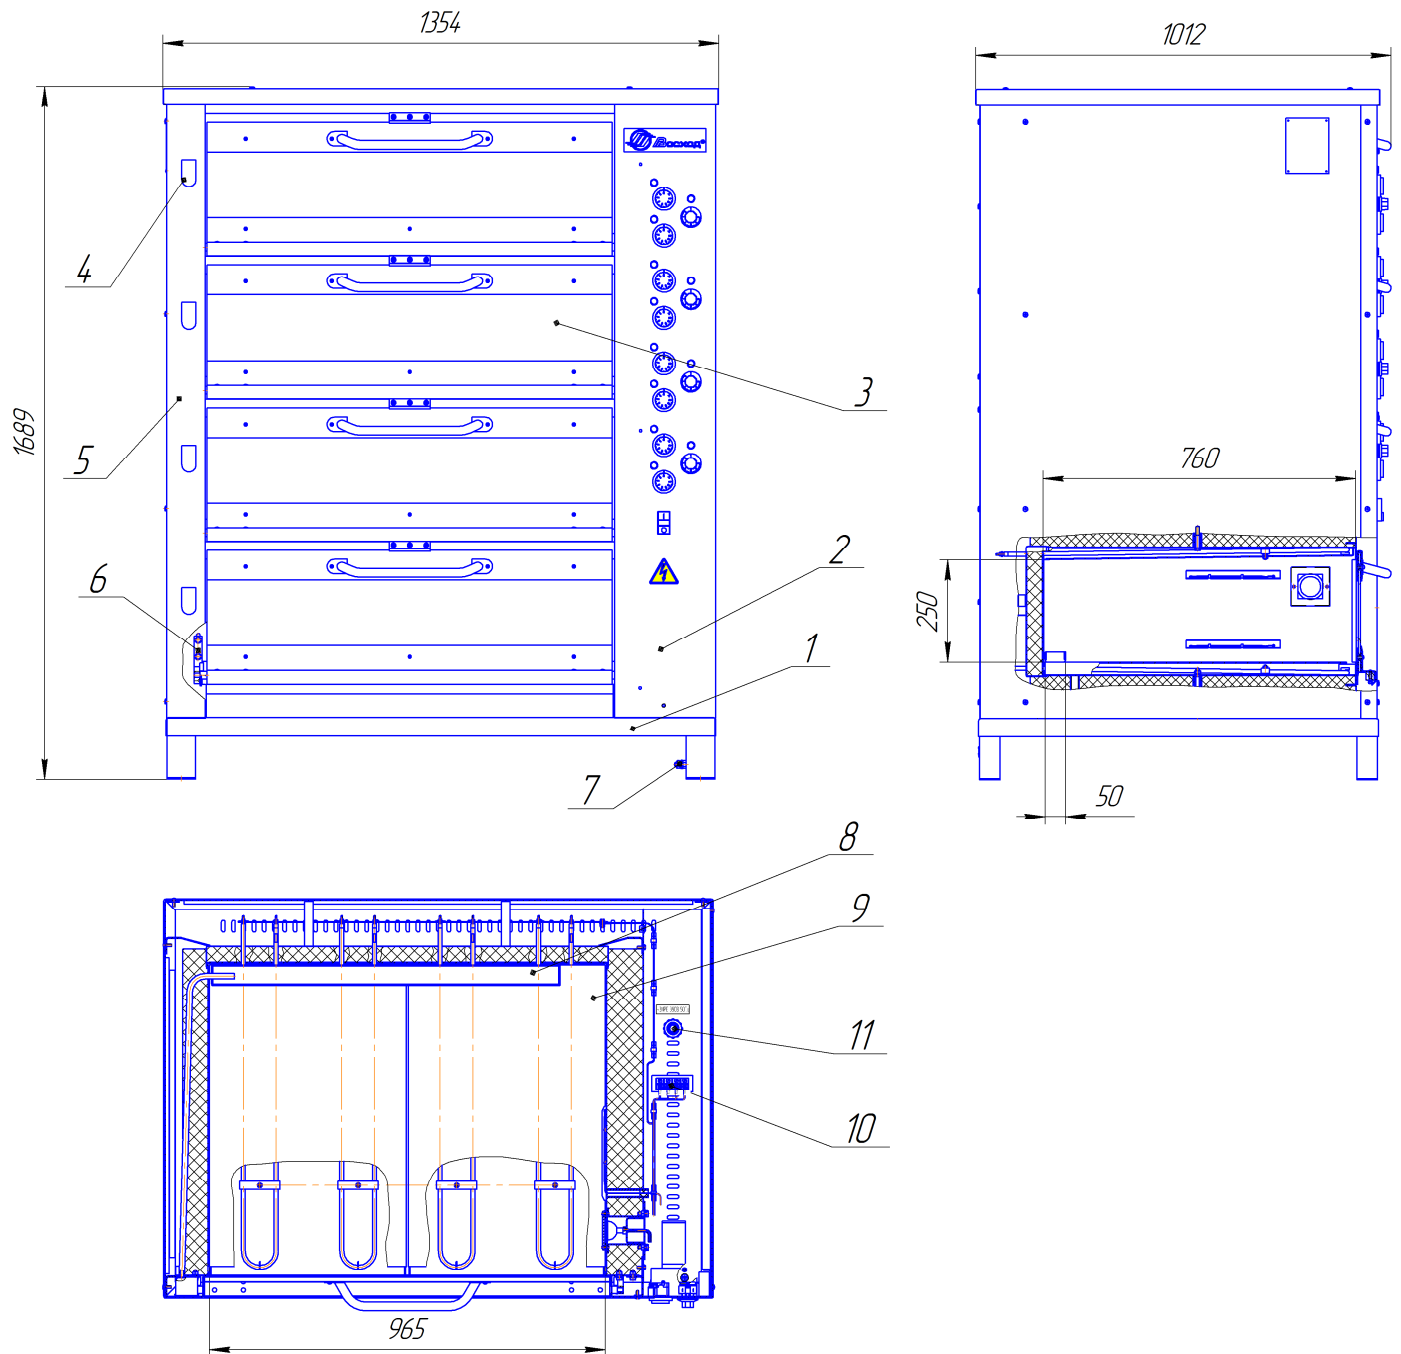

Рисунок 1 – Общий вид печи.
5.1 Печь (рис. 1) состоит из каркаса поз.1, и панели управления поз.2, четырёх пекарных камер поз.9, отсека электрооборудования.
6.3.1 Расстояние от задней стенки печи и от панели управления поз.2 (рис.1) до стены или другого оборудования должно быть не менее 0,6 м.